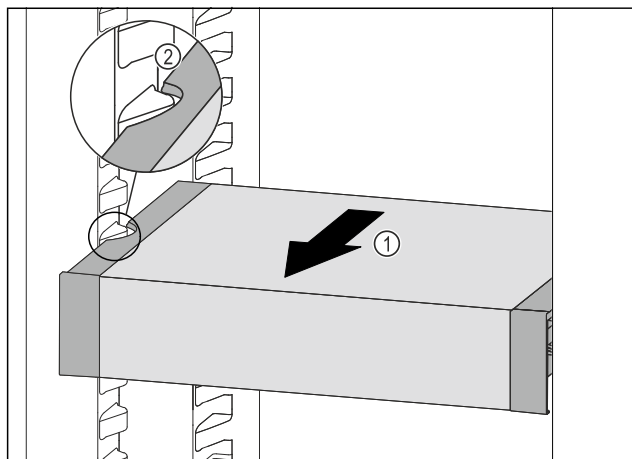

Fig. 84
- Tirare VarioSafe in avanti Fig. 84 (1) fino a quando le cavità laterali di VarioSafe non si trovano al livello della nervatura del contenitore nel vano frigorifero. Fig. 84 (2)